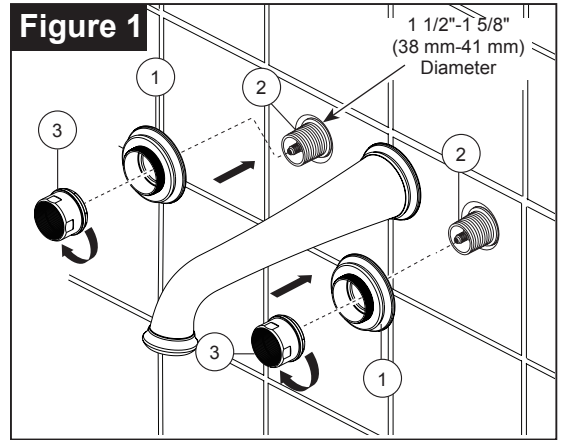
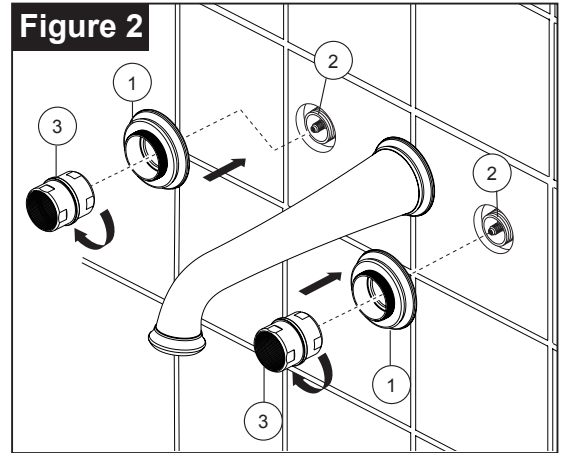

Figure 1
Figure 2
Install handle flange (1) onto mounting sleeve (2) and secure with flange nut (3). **NOTE: Have the side of flange (1) with gasket toward the wall.** If mounting sleeve (2) is extending from finished wall more than 3/8", use the short flange nut as shown in **Figure 1**. If mounting sleeve (2) is sub flush or extending less than 3/8" from finished wall, use the long flange nut as shown in **Figure 2**.
Instale el soporte del mango (1) en el manguito de montaje (2) y fjela con la tuerca con reborde (3). **NOTA: Ponga el otro lado del reborde (1) con junta hacia la pared.** Si el manguito de montaje (2) se extiende de la pared acabada más de 3/8", use la tuerca con reborde pequeña como se muestra en la **Imagen 1**. Si el manguito de montaje (2) está ligeramente sobre la superficie o se extiende de la pared menos de 3/8", use la tuerca con reborde grande como se muestra en la **Imagen 2**.